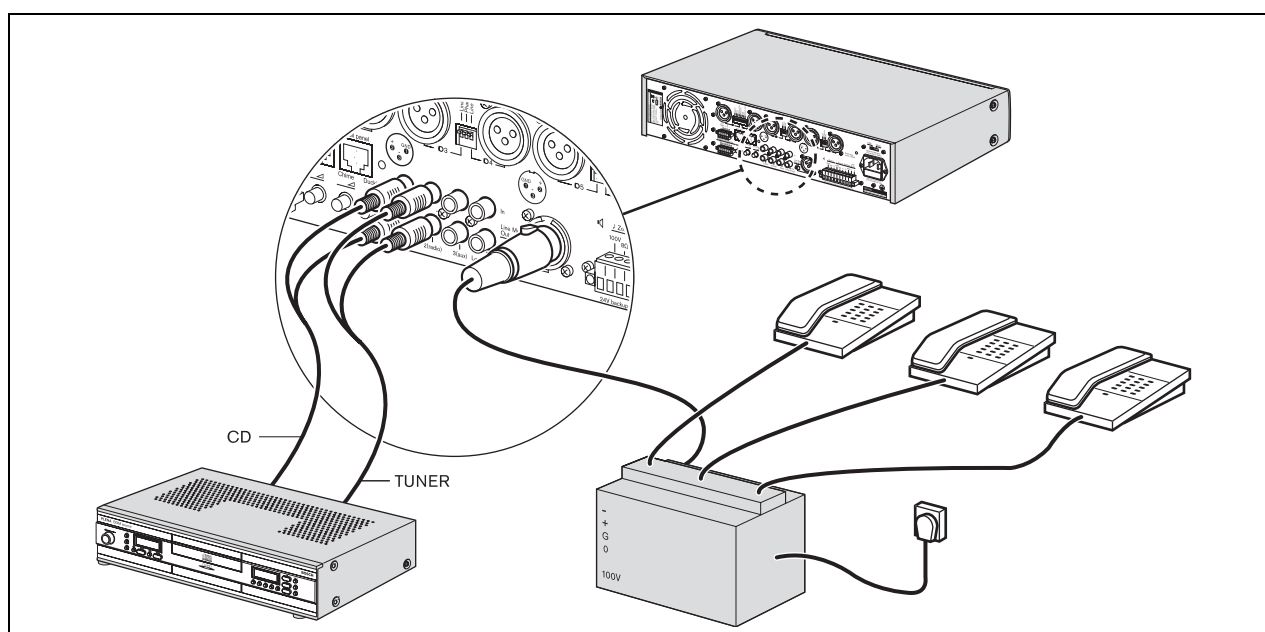

Abbildung 4.9: Anschluss der Musikquelleneingänge
Verwenden Sie die Musik-Master-Ausgangsverbindung (24), um eine fest zugeordnete Musikausgangsquelle für ein anderes Audiogerät zu haben. Der Musik-Master-Ausgang kann beispielsweise mit einem Telefonkoppler verbunden werden, so dass Anrufer Musik hören, wenn sie sich in der Warteschleife befinden (siehe Abbildung 4.9).
Verwenden Sie den Buchseneinsatz Vorausgang, Verstärkereingang (22) zum Anschließen von externen Soundbearbeitungs-ausrüstungen (z.B. eines Equalizers oder eines Plena Rückkopplungsunterdrückers) zwischen den Vorverstärker- und Leistungsverstärkerstufen. Siehe Abbildung 4.9.